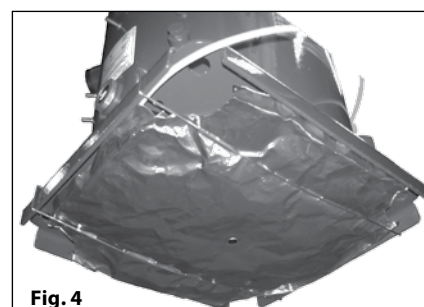

Fig. 4
- If a bottom insulation is included (Fig 4), install it under the baseplate and fasten with two pins.
- Si l'accessoire contient une housse inférieure (Fig 4), l'installer sous l'embase et la maintenir avec deux épingles.